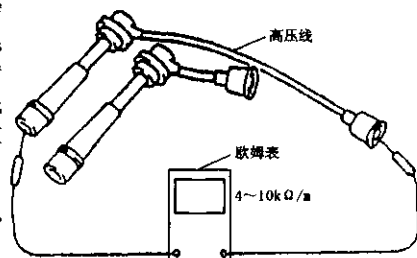

图 4-8 测量高压线电阻值
②测量高压线电阻值就为4~10 kΩ/m，如图4-8所示。如果不符合要求，应更换高压线。